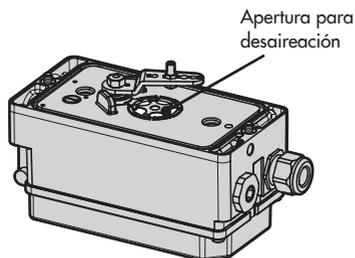

Fig. 5-1: Apertura para desaireación (parte posterior posicionador)
- No cerrar o reducir la apertura de desai-rección (ver Fig. 5-1).